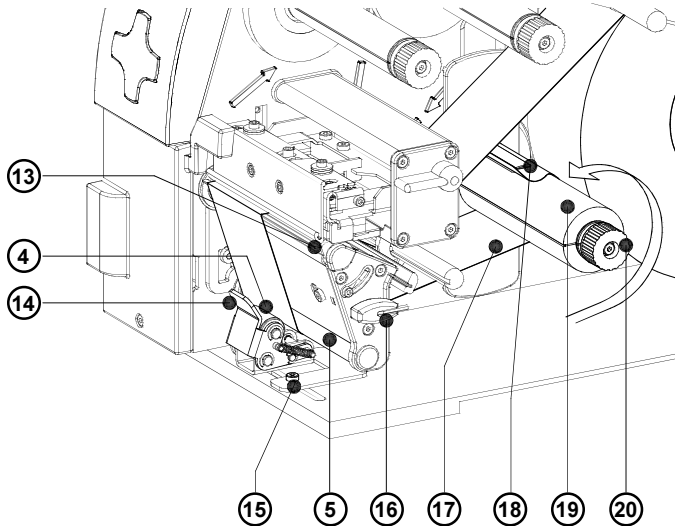

Bild 4 Einlegen der Etiketten II
9. Lösen Sie alle Etiketten von dem aus dem Drucker herausragenden Etikettenstreifen ab. Führen Sie den Streifen (17) gemäß Bild 4 um die Spendekante (13) zum internen Aufwickler (19). Schieben Sie den Streifen unter die am Aufwickler befindlichen Klemmen (18). Halten Sie den Aufwickler fest und drehen Sie die Mutter (20) so weit wie möglich entgegen dem Uhrzeigersinn. Dadurch wird der Etikettenstreifen am Aufwickler festgeklemmt. Drehen Sie anschließend den gesamten Aufwickler entgegen dem Uhrzeigersinn, um den Etikettenstreifen zu straffen.
10. Schieben Sie den Führungsring (7) gegen die Außenkante des Etikettenstreifens.
11. Schwenken Sie den Hebel (8) entgegen dem Uhrzeigersinn bis zum Anschlag. Damit wird der Druckkopf verriegelt.
12. Lösen Sie die Schraube (15) mit dem Sechskantschlüssel (16) und richten Sie das Andrucksystem (14) mit der Andruckrolle (4) durch seitliches Verschieben mittig zum Etikettenstreifen aus.
13. Schwenken Sie das Andrucksystem (14) zur Umlenkwalze (5) und ziehen Sie die Schraube (15) an.